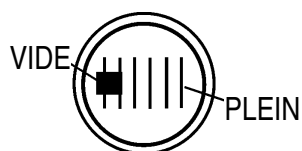

Figure 10. Jauge de carburant
1. Lire la jauge de carburant située sur le dessus du générateur (figure 10) pour déterminer si le niveau du carburant est bas.